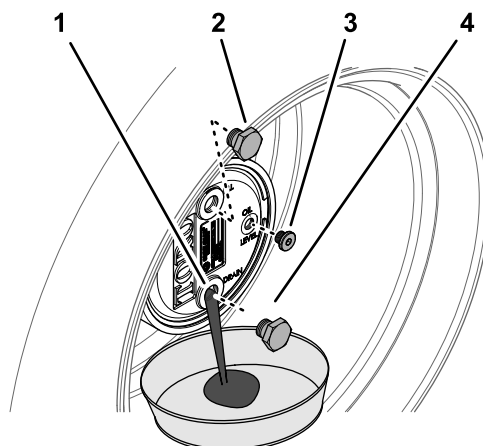

Figura 74
- Îndepărtați buoul de umplere în poziția corespunzătoare orei 12 și buoul de verificare în poziția corespunzătoare orei 3 (Figura 74).
- Amplasați o tavă de golire sub butucul planetar, îndepărtați buoul de golire în poziția corespunzătoare orei 6 și lăsați uleiul să se scurgă complet (Figura 74).
- Montați buoul de golire în orificiul de golire al carcasei mecanismului planetar (Figura 74).